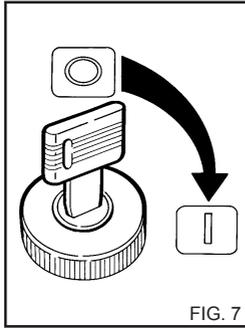

FIG. 7
1) Zündschlüssel einstecken und nach rechts auf Stellung (I) drehen (Abb. 7); die Kontrolllampen auf dem Schaltbrett zünden sich an und zeigen, (Detail 6 Abb. 6) daß das Gerät eingeschaltet ist. Ungefähr 2-3 Sekunden warten.
Zündschlüssel auf Stellung (0) drehen Den Schlüssel des Fahrzeugs in Pos. "0" drehen (alle leuchtenden Anzeiger müssen ausgeschaltet sein); den Notschalter in Pos. "0" drehen. (Abb. 7).